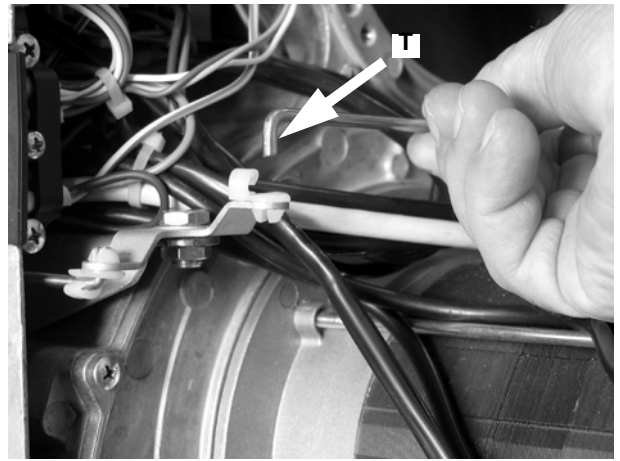

Fig. 48
- Volver a poner el tirante T (Fig. 48).